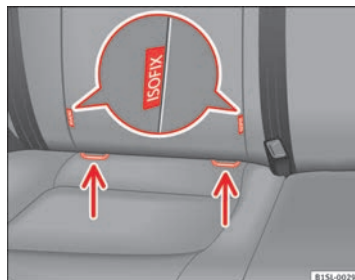

Fig. 53 Sur le siège du véhicule : Variantes d'identification des points d'ancrage inférieurs des sièges pour enfant.
- Encastrez le siège pour enfant dans les anneaux de retenue ⇒ fig. 53, dans le sens de la flèche. Le siège pour enfant doit s'encastrer de manière sûre et audible.
- Placez le siège pour enfant sur la banquette et fixez les crochets des ceintures de fixation dans les anneaux de retenue ⇒ fig. 53.